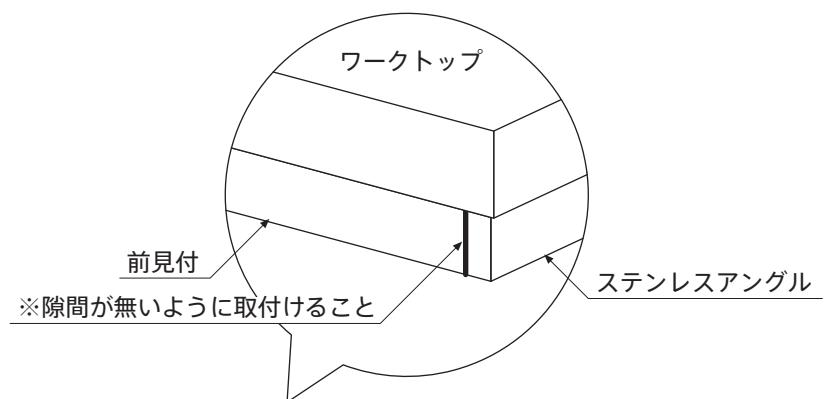

図5
8. ワークトップ裏面に前見付を \oplus サラタッピンネジ3.5×35にて取付けます。 (図5)
9. ステンレスアングルから \oplus サラタッピンネジ3.5×16にてワークトップを固定します。 (図5)